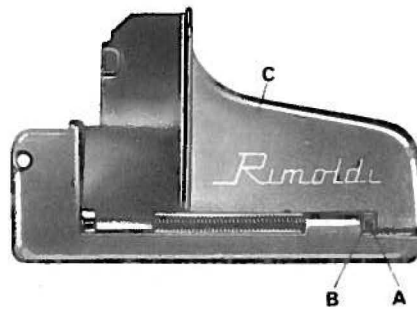

fig. 17
f) Regolazione dello sportello anteriore (fig. 17)